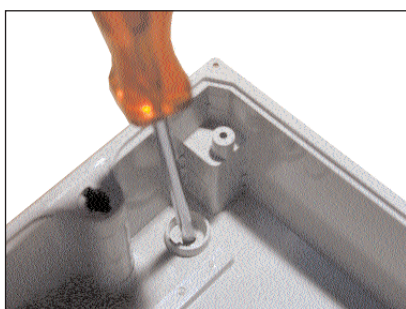

fig. 10
6. Percer les 4 trous prédécoupés au fond du boîtier, à l'aide d'une foreuse ou d'un tournevis. (fig. 10)